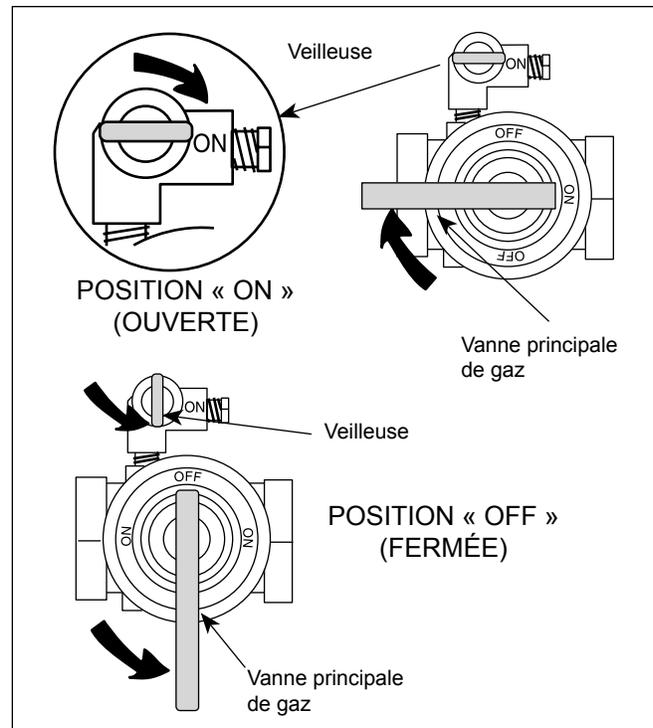

Figure 14. Vannes manuelles de gaz
- b. Fermez toutes les vannes de gaz manuelles et attendez cinq minutes (figure 14).
**Systèmes 4 et 9, et 11** –(allumage intermittent). Avec ce système, les veilleuses s'allument automatiquement lors d'une demande de chauffe provenant de la commande. Si la flamme de la veilleuse s'éteint pour une raison quelconque, la vanne principale est fermée dans la seconde qui suit et l'allumage par étincelle de la veilleuse est déclenché jusqu'à ce que la flamme de la veilleuse soit rétablie. Cette séquence doit être vérifiée en coupant la vanne de gaz manuelle de la veilleuse (figure 14) et, simultanément, en décomptant le temps qui s'écoule jusqu'à ce que le bruit d'étincelles présent au niveau de la veilleuse s'arrête, signalant ainsi
**Système 16** – (veilleuse permanente régulée par électronique). Éteignez la flamme de la veilleuse en plaçant la vanne de veilleuse manuelle en position fermée (voir figure 14) et, simultanément, commencez à décompter le temps qui s'écoule jusqu'à que le signal provenant de la commande d'allumage électronique soit interrompu. L'interruption du signal peut être détectée à l'aide d'une lampe de test ou d'un voltmètre. Le temps de réponse ne doit jamais dépasser une seconde.